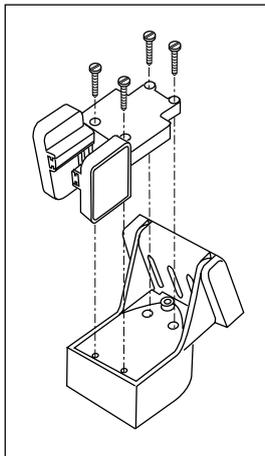

Рис.2-7
2. Излучатель “Sidelooker” укрепляется в том же самом держателе струбицы, что и стандартный транцевый излучатель. Подробности - на рис.2-7. Струбцина излучателя устанавливается так, как это было описано выше.